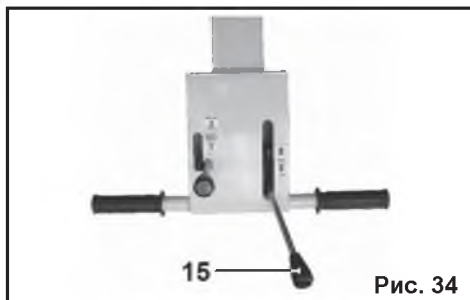

Рис. 34
11.4. Перемещение рычага скорости (15) немного вперед вызывает движение вперед на малой скорости. Продвижение рычага далее вперед повышает скорость движения. В зависимости от того, как вы перемещает рычаг скорости, вы можете плавно регулировать скорость от 0 до 1,8 км/час (50 см/с) (как вперед, так и назад). Перемещение рычага скорости назад заставляет каток двигаться назад (Рис. 34).